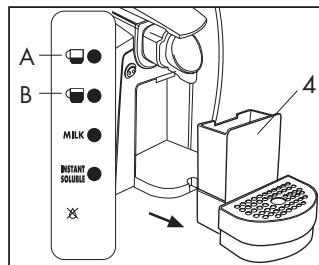
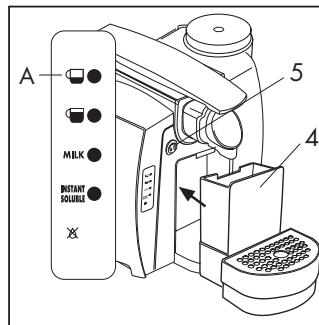

Abb. 17
Abb. 18
Nehmen Sie daher den Kapselbehälter (4) heraus, leeren und waschen Sie ihn (**Abb. 17**). Reinigen Sie die Tropfschale und das Gitter, um das abgetropfte Wasser und Kaffeerückstände zu beseitigen.
Setzen Sie danach die Schale mit dem Kapselbehälter wieder ein (**Abb. 17**). Stellen Sie das Gerät wieder zurück, indem Sie die Ausgabetaste (A) zwei Sekunden lang gedrückt halten oder schalten Sie das Gerät über den Hauptschalter (5) aus und wieder ein (**Abb. 18**).